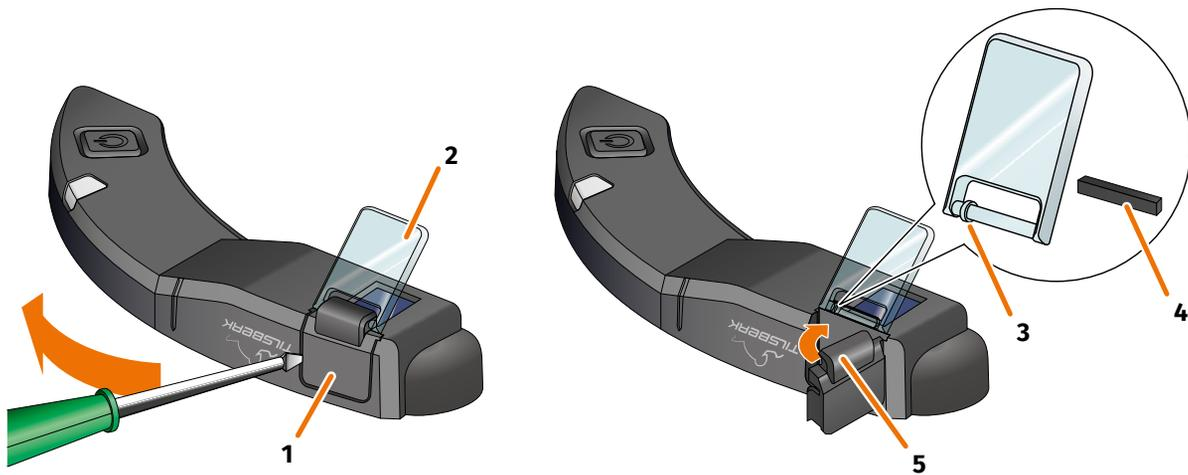

FIGURA 16: Reemplazar el display
1. Inserta un desarmador bajo el soporte del display por un lado (FIGURA 16/1) y levántalo con cuidado haciendo palanca.
2. Retira el soporte y el display dañado (FIGURA 16/2) del módulo TILSBERK HUD.
3. Inserta el nuevo display en el módulo TILSBERK HUD. Al hacerlo, asegúrate de que la posición sea correcta. El anillo pequeño del display (FIGURA 16/3) debe apuntar al lado plano del módulo TILSBERK HUD.
4. Inserta la cuña de fijación (FIGURA 16/4) en su alojamiento (FIGURA 16/5) del soporte del display.